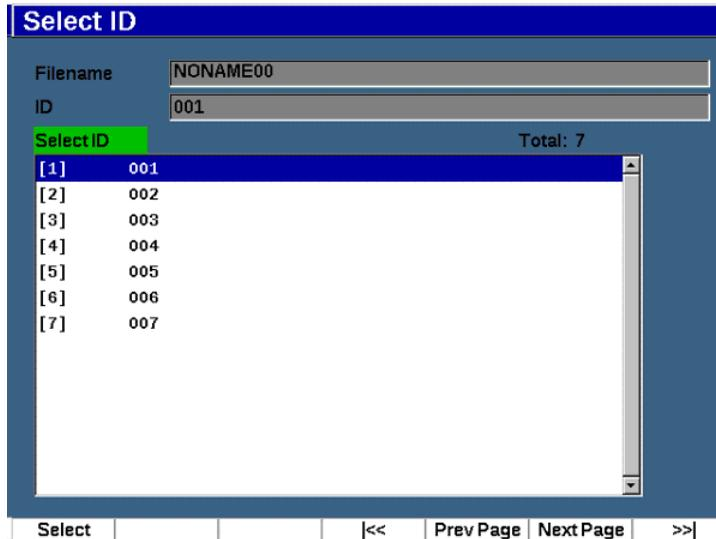

Рис. 10-17 Меню Select ID (Выбрать ID)
- ◆ Нажмите **File > Select ID**, чтобы выбрать ID из списка доступных ID в открытом файле (см. Рис. 10-17 на стр 222).